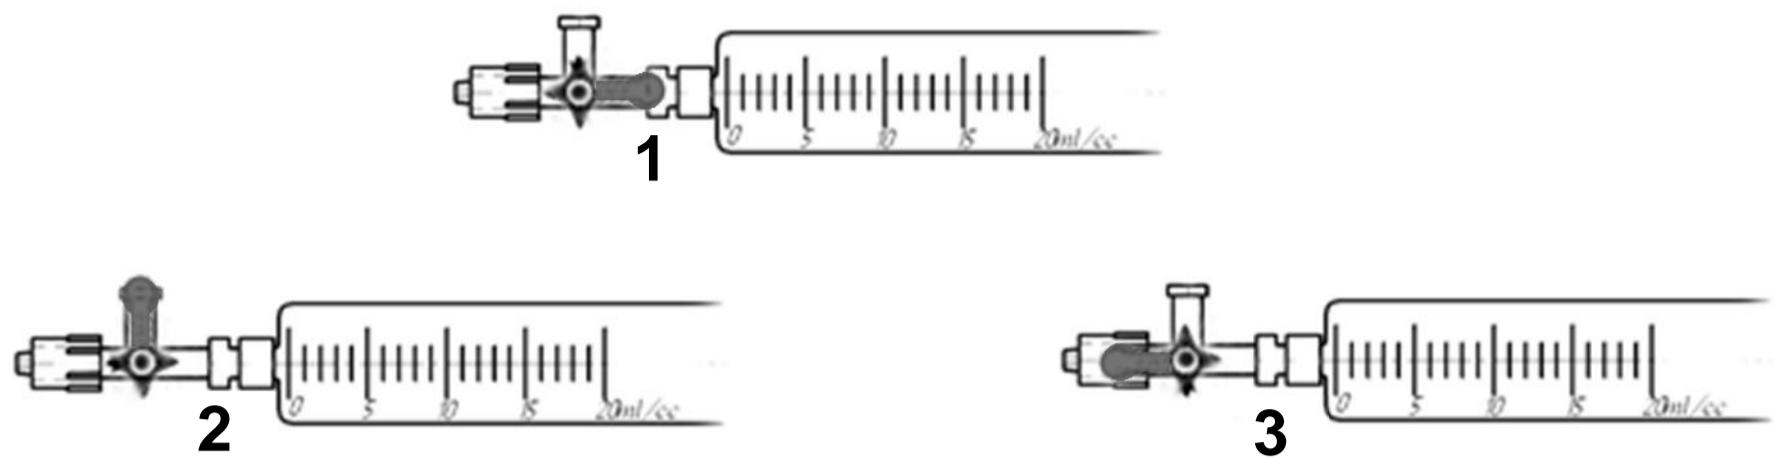

Рис. 1. Позиции ручки трехходового краника на пробоотборнике ELCHROM
7.5. Поверните ручку трехходового краника в позицию 2 (Рис. 1) и оттяните поршень.